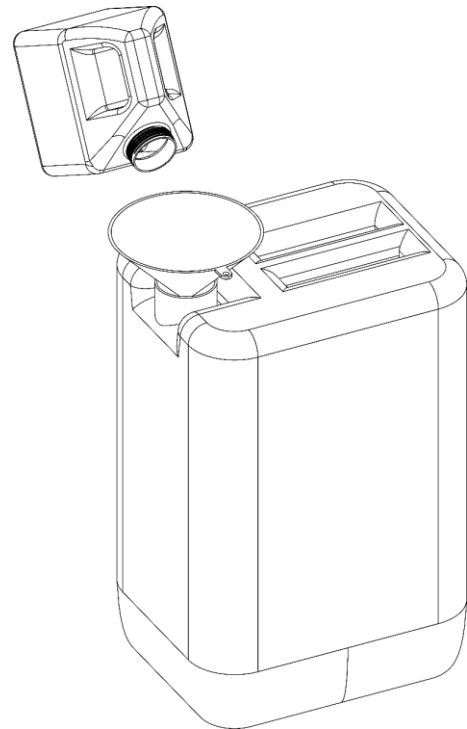

Fig. 43
- 07) Utilice un embudo para verter el líquido de niebla del depósito al bidón de líquido original, como se muestra en la Fig. 43.